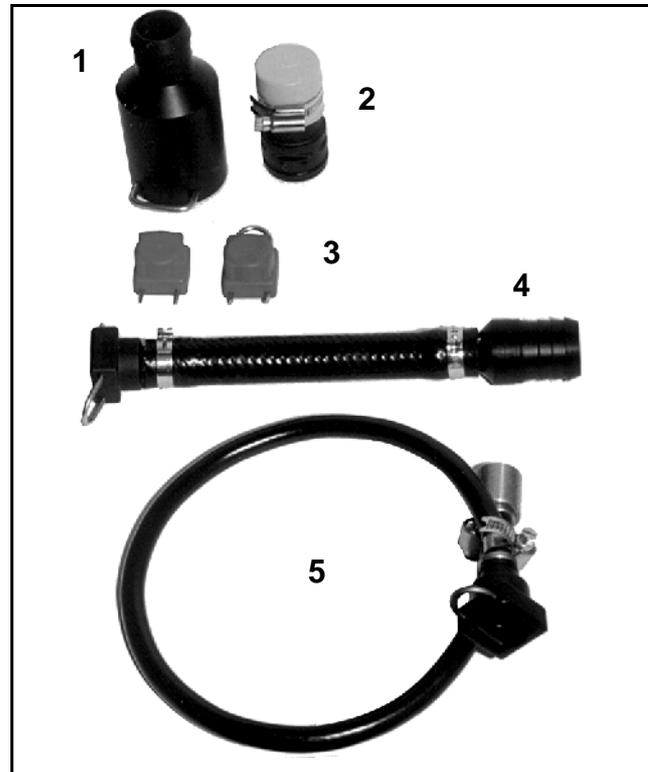

Fig. 9.5
Para la conexión de los aparatos de medición se obtiene un juego de comprobación para rociador de campo (equipamiento especial), Nro. de pedido: 919 872, (Fig. 9.5).
- Conectar la manguera de presión con ayuda del manguito de inversión (Fig. 9.5/1) al aparato de comprobación.
- Cerrar la conexión de presión de la válvula de mando con el tapón (Fig. 9.5/2).
- Conectar la conexión del caudalímetro (Fig. 9.5/4) con una válvula de ancho parcial y conectar al aparato de comprobación.
- Cerrar las conexiones de las restantes válvulas de anchos parciales con caperuzas ciegas (Fig. 9.5/3).
- Enchufar la conexión del manómetro (Fig. 9.5/5) con ayuda del manguito de inversión sobre la conexión de la válvula de ancho parcial.